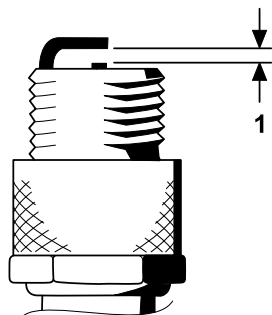

Figure 34
- Ajuste la distancia entre los electrodos central y lateral a 0,76 mm, tal y como se muestra en la Figure 34.